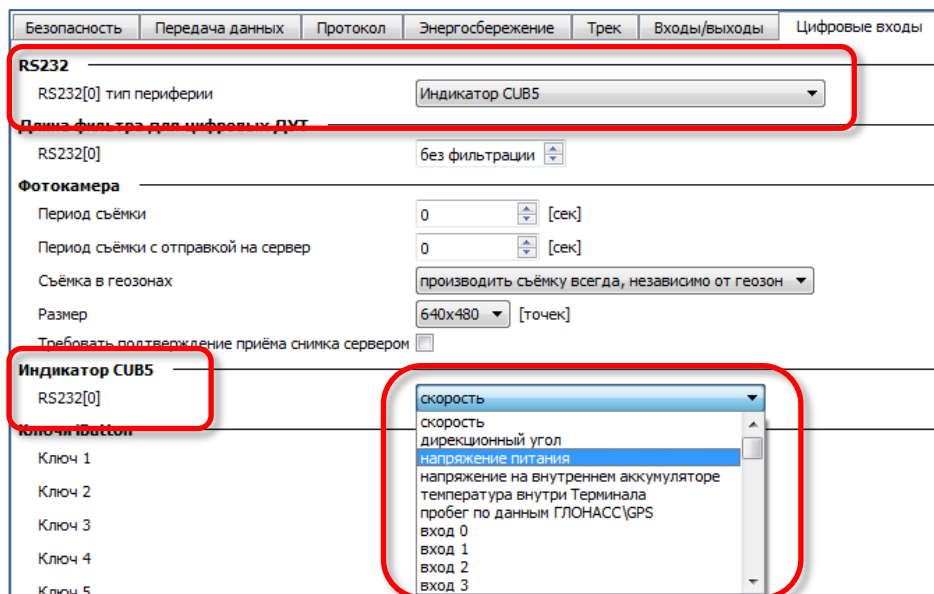

Рисунок 7. Настройка входа RS232 в Конфигураторе
1. **Настройка через Конфигуратор** (Рис. 7):